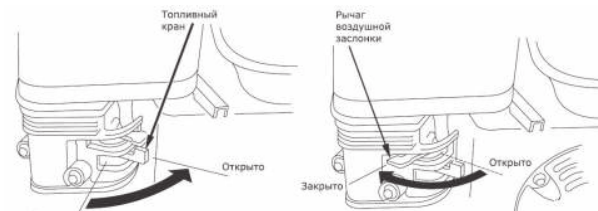

Рис. 5
- Поверните топливный кран в положение **«Открыто»** (Рис.5);
- Переведите рычаг воздушной заслонки в положение: (Рис.5):